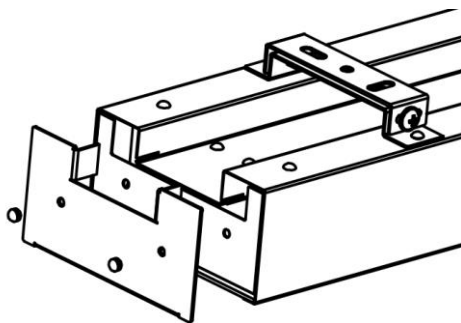

Рисунок 4 – Снимите боковую крышку (см. п.5.4).
- 5.4.2. Снимите боковую крышку со стороны соединения светильников, для этого извлеките пластиковые заклепки при помощи подручного тонкого инструмента (см. рисунок 4). Соблюдайте меры безопасности чтобы не пораниться.